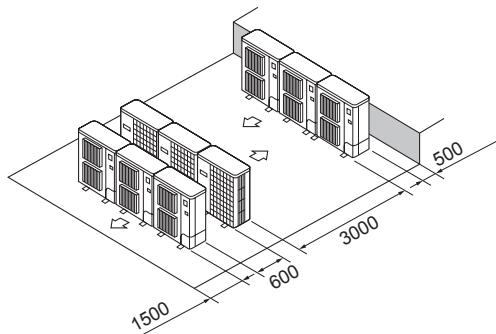

Fig. 2-17
- ⑥ Monta yksikköä vaakasuoraan asennettuina (Fig. 2-17)